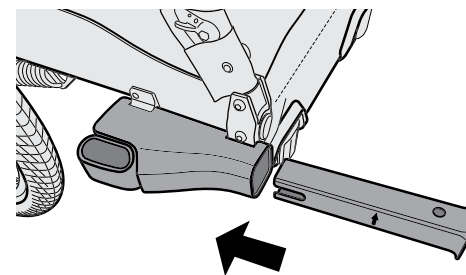

Abbildung 9
2. Schieben Sie den Schnellaufnahme über die Aluminium-Aufnahmen, bis voll verbunden (Abbildung 9).
3. Führen Sie das gelbe Verbindungsstück, die Pfeile nach oben zeigend, in den Schnellaufnahme, bis es bündig mit dem Schnellaufnahme abschließt (Abbildung 9).